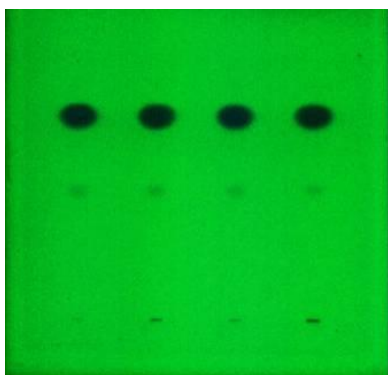

Fig. 10. Detecția la 254 nm
- lungimea de undă 254 nm (fig. 10), dacă hârtia sau faza staționară sunt pretratate cu indicatori fluorescenți, spoturile apar sub forma unor pete întunecate pe fond fluorescent. Practic, analitul se leagă de indicatorul de fluorescență și îi *stinge* fluorescența.